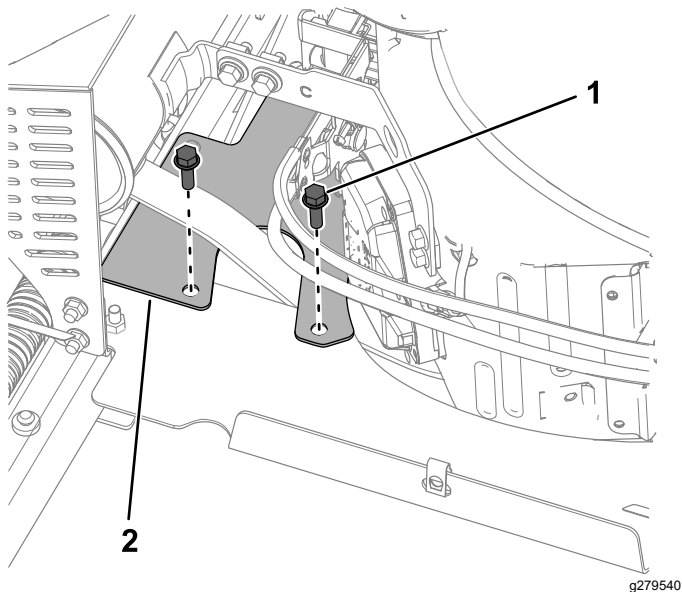

Figura 22
2. Montate la protezione della cinghia come illustrato nella Figura 22. Serrate i bulloni a 20–25 N·m.